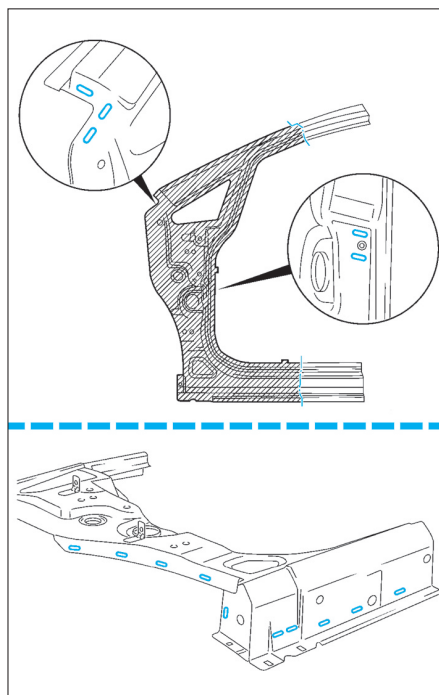

FIG. 19
- Effectuer quinze trous oblongs de 6 x 20 mm dans le montant A (Fig.19).